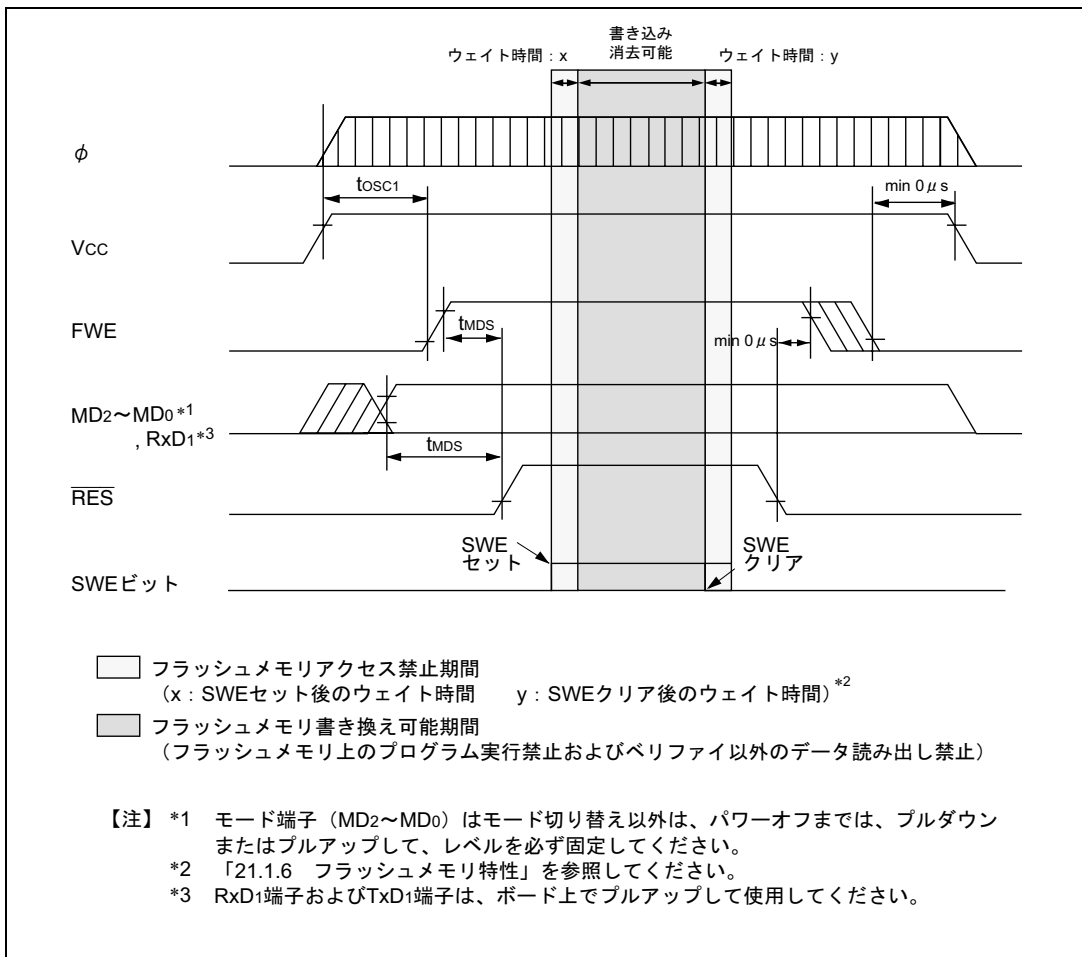
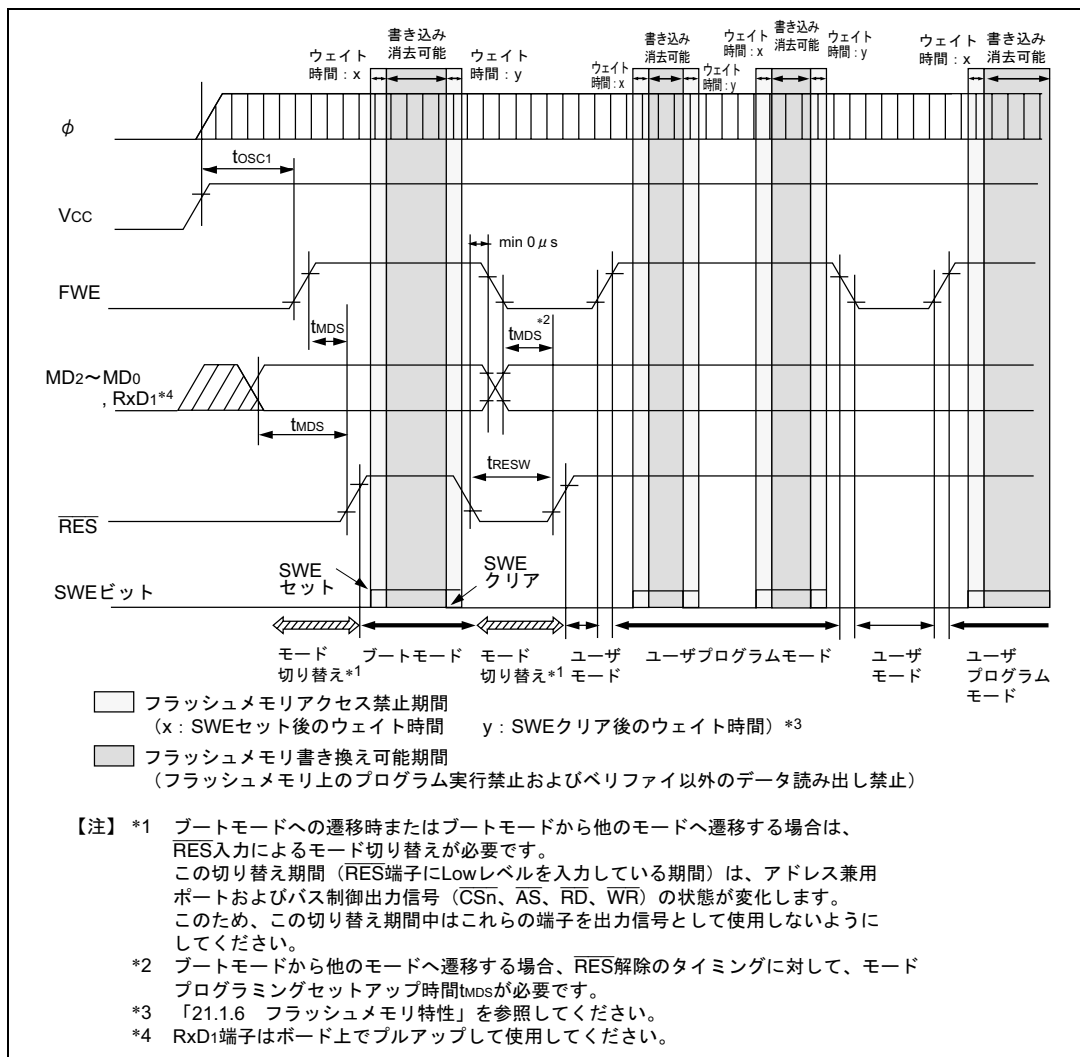

図 18.17 電源投入/切断タイミング (ブートモード)
図 18.19 モード遷移タイミング
- (2) 電源投入／切断時の注意（図 18.17～図 18.19 参照）
(3) FWE 端子の印加／解除の注意 (図 18.17～図 18.19 参照)